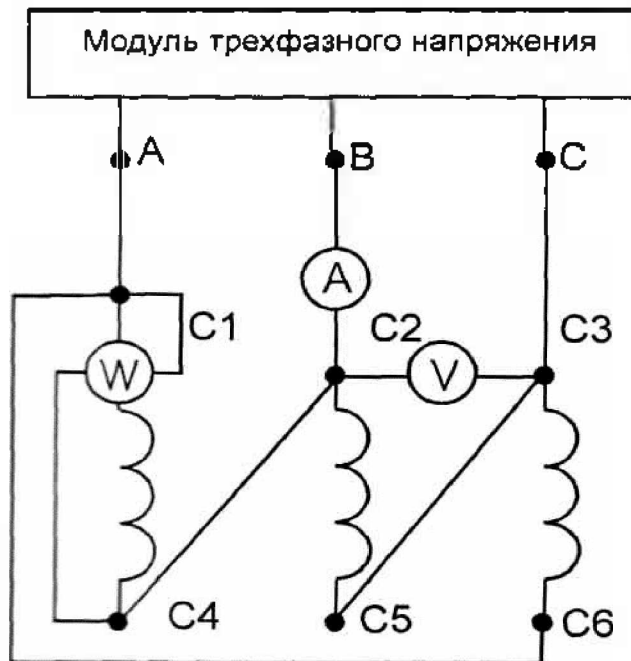

Рис. 2.2.1
3.2. Пробный пуск двигателя. Собрать электрическую схему для пробного пуска двигателя на холостом ходу (рис. 2.2.1). При сборке схемы использовать стрелочный амперметр с пределом измерения 1 А модуля амперметров переменного тока и стрелочный вольтметр с пределом измерения 250 В. Обратить внимание при этом на схему соединения обмоток двигателя (треугольник).